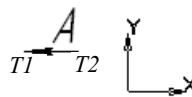

Рис.5.34. Побудова Позначення виду
5.2.7. Позначення виду . Ця команда використовується для позначення видів. Напрямок погляду (рис.5.34) задається двома точками *T1* і *T2*, перша з яких визначає початкову точку стрілки, а друга — напрям. Для завдання вертикальних або горизонтальних стрілок при вказівці другої точки слід утримувати клавішу <Shift>.